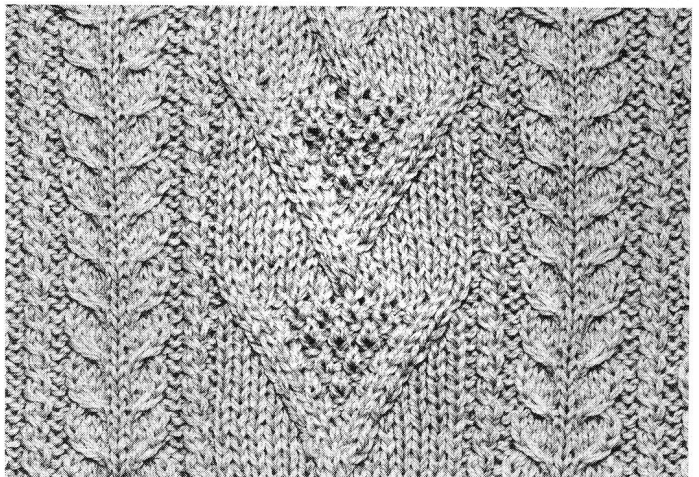

Fig. 10: Erhaltenes Gestrück
- Sobald der Musterschaffende mit dem gesuchten Aussehen zufrieden ist, bearbeitet der Rechner die so gesammelten Eingabeinformationen und bearbeitet das Maschenschema auf. Dieses erscheint auf dem Bildschirm oder wird auf dem Drucker ausgedruckt (siehe Fig. 10).